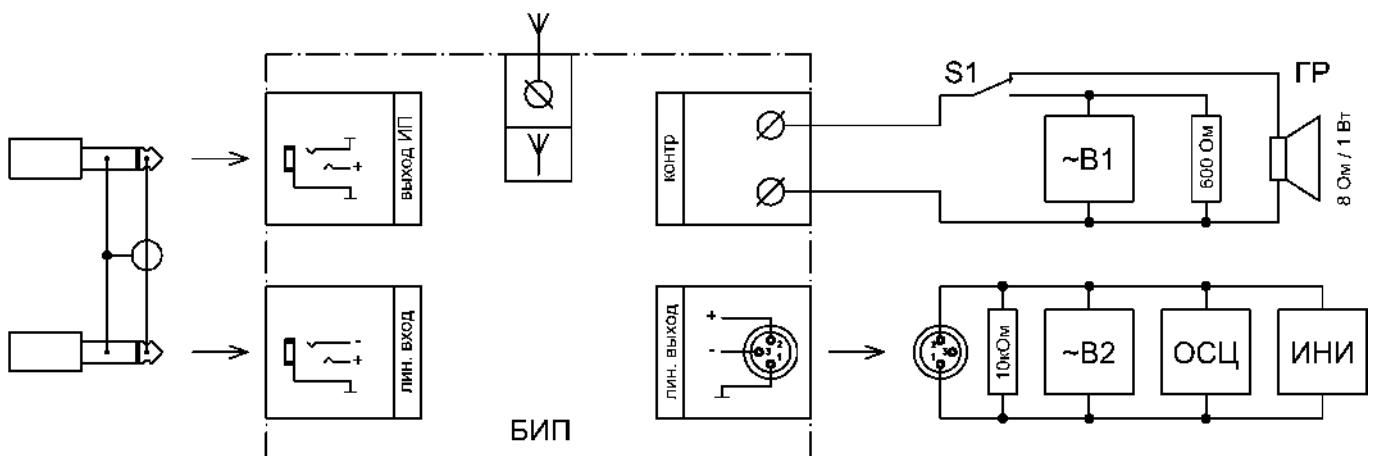

Рис.5 Схема контроля работоспособности встроенного ИП.
10.12. Проверка работоспособности встроенного ИП на соответствие п.2.3 проводят по структурной электрической схеме рис. 5.